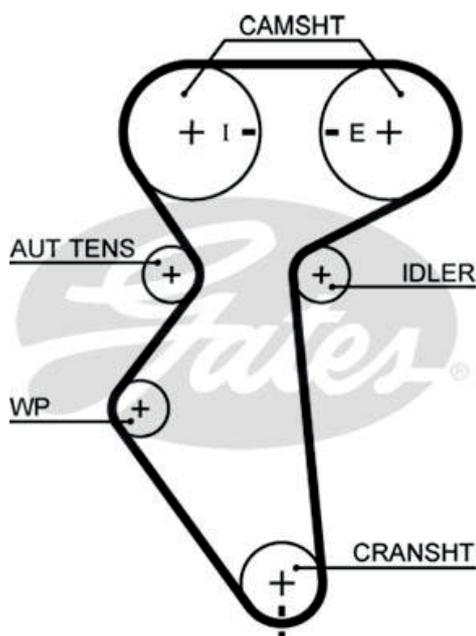

FIG. 1
En esta transmisión, el fallo principal se origina al no girar la bomba de agua en la instalación, algo necesario para establecer la tensión correcta de la correa. Aunque la transmisión está equipada con un tensor «automático», este debe ser ajustado correctamente. Esta transmisión requiere la manipulación de la bomba de agua excéntrica (WP), situada debajo del tensor (Fig. 1).
2. Ponga el motor en el PMS: gire el cigüeñal en el sentido de las agujas del reloj hasta que la marca de montaje del mecanismo del cigüeñal esté alineada con la muesca de la parte posterior de la correa de distribución, y alinee las marcas de montaje en los motores del árbol de levas (CAMSTH) (Fig. 1). Bloquee los árboles de levas con la herramienta de multibloqueo de Gates (GAT 4695).